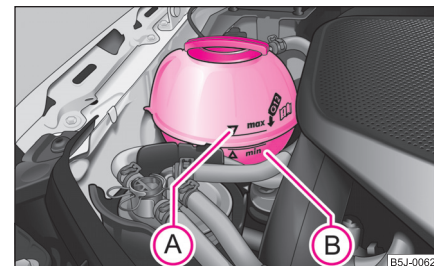

Fig. 172 Compartimentul motor: Vasul de expansiune al lichidului de răcire
- Verificați nivelul lichidului de răcire din vasul de expansiune ⇒ fig. 172. Când motorul este rece, nivelul lichidului de răcire trebuie să se afle între marcajele „MIN” B și „MAX” A. Când motorul este cald, nivelul lichidului de răcire poate fi și puțin peste marcajul „MAX”.
- Puneți o lavetă pe capacul vasului de expansiune ⇒ pagina 185, fig. 172 și defaceți capacul **cu grijă** spre stânga ⇒ .